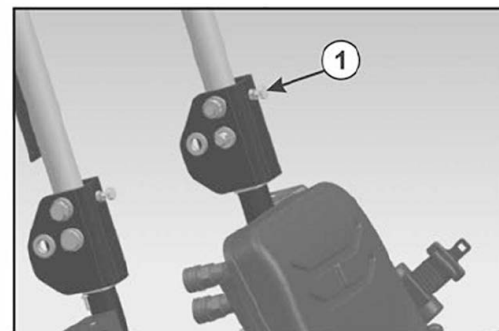

Рис. 4.27c
- Открутите шестигранный винт M10 (1, рис. 4.27c) — 2 шт.